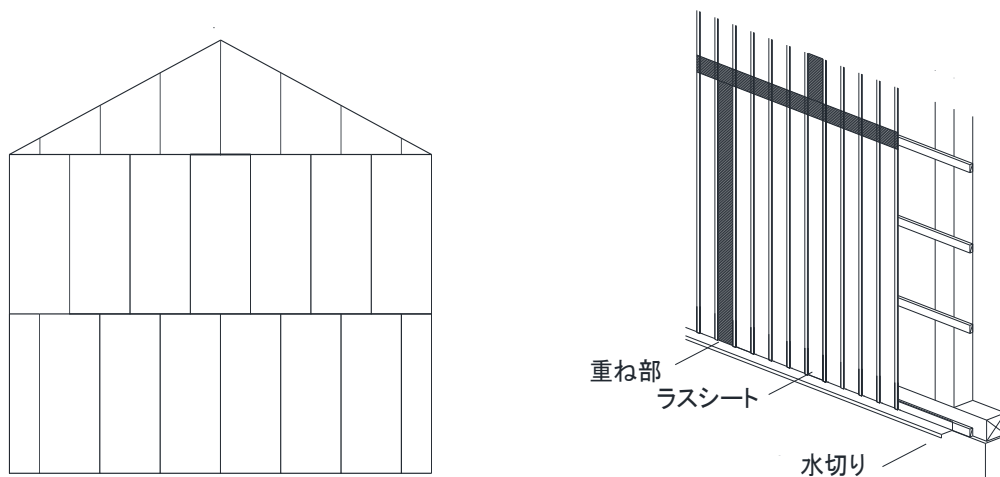

図 12 ラスシートの割り付けの例
① 一般部
- ・ラスシートは図 12 に示す様に縦張りとし、千鳥に張り付けます。斜め張りは行わないでください。ラスシートの角波の山重ねが不十分になると、漏水やひび割れの原因となります。